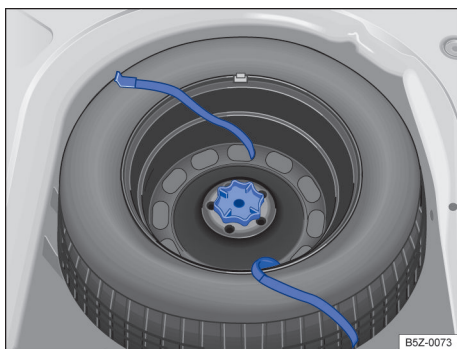

Fig. 157 No compartimento de bagagem: manipulador para fixação da roda de emergência.
- Girar totalmente o manípulo localizado no meio da roda de emergência → Fig. 157, no sentido anti-horário, e remover a roda de emergência.